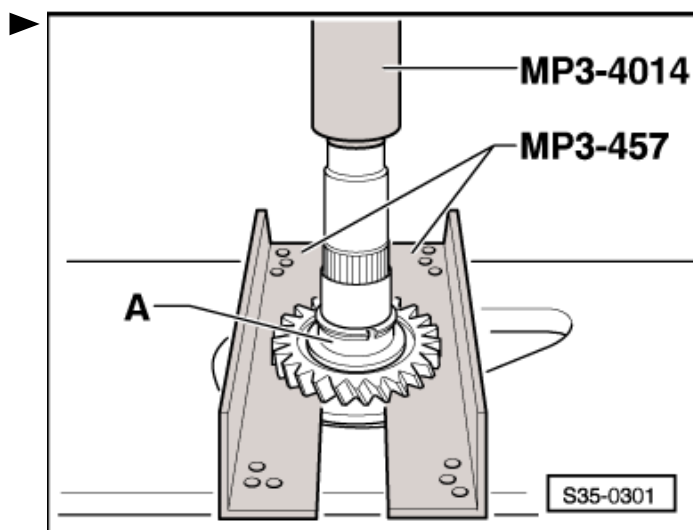

Abb. 6: Synchronkörper Rückwärtsgang abpressen ►
- ☐ abziehen ⇒ Abb. 6 in **35-3** Seite 5